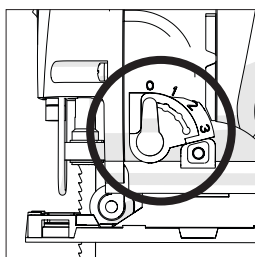

Fig. 4
4. COMUTATOR DE SELECTARE A TIPULUI DE TĂIERE (Fig. 4)